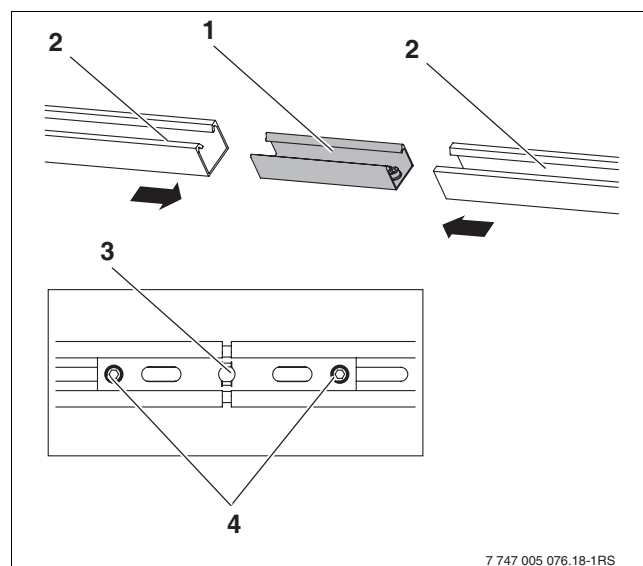

Fig. 46 Unir los perfiles
- ▶ Introducir el tornillo (1) en el agujero alargado del perfil cubierta plana/tejado inclinado (4) y enroscar la tuerca corredera hasta que se note una ligera resistencia.
- ▶ Colocar los perfiles de cubierta plana/tejado inclinado (4) en las muescas de apoyo (5) en el perfil del captador (3) y centrarlos.
- ▶ Atornillar los perfiles a través del agujero (→ fig. 46, (3)) del conector al perfil central del captador.
- ▶ Colocar la tuerca corredera (2) en el perfil del captador (3) y apretar el tornillo.